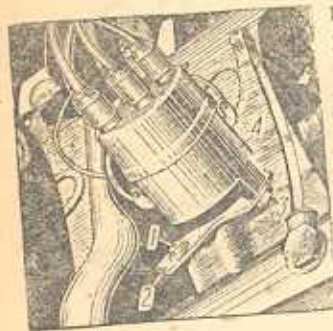

Рис. 28. Установка момента зажигания:
3. Для изменения установки момента зажигания ослабь затяжку главного зажимного винта 3 (рис. 28) и поверни корпус прерывателя 4. Для того чтобы увеличить запаздывание зажигания, поворачивай корпус прерывателя-распределителя по часовой стрелке; для уменьшения запаздывания поворачивай его против часовой стрелки.